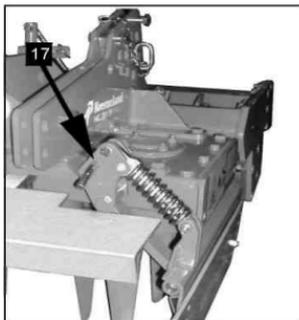

Рисунок 8.2.7 – Фиксация защитных панелей в транспортном положении
В случае движения по дороге рекомендуется установить штифт (17) (рисунок 8.2.7), ограничивающий перемещение защитных панелей, в специально предназначенное отверстие.